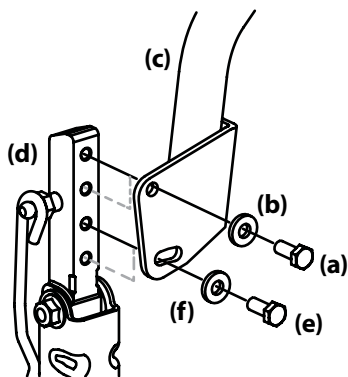

Figura 4-6
2. Sostenga la palanca de control de la transmisión para evitar que se caiga, extraiga el tornillo de cabeza hexagonal (e) y la arandela plana (f) de la parte inferior de la palanca de control de la transmisión (c) y haga descender el brazo (d). Consulte la Figura 4-6.
6. Si el tornillo de cabeza hexagonal (e) no está flojo, aflójeló y gire la palanca de control hacia adelante o hacia atrás a la posición deseada. Consulte la Figura 4-6.